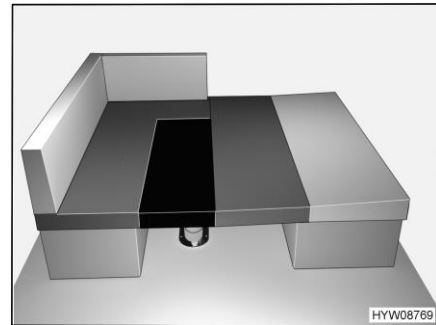

Fig. 105 Dopo la trasformazione
- Posizionare il cuscino aggiuntivo (raffigurato in nero) tra i cuscini del divano, come nella Fig. 105.